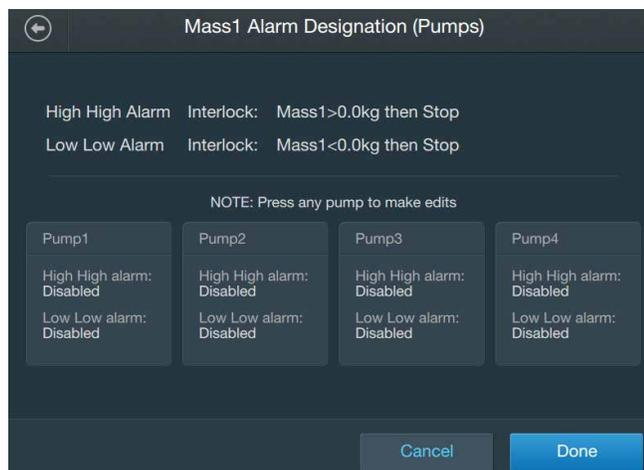

Abbildung 3.24. Bildschirm „Mass Alarm Designation (Pumps)“ (Massen-Alarmzuweisung (Pumpen)).
14. Im daraufhin angezeigten Bildschirm (Abbildung 3.24) sehen Sie die Sperr- und Hystereseparameter, die Sie für den „High High Alarm“ (Zweiter Maximalwertalarm) und/oder den „Low Low Alarm“ (Zweiter Minimalwertalarm) eingegeben haben. Darunter werden abhängig vom Feld „Alarm Designation“ (Alarmzuweisung), das Sie auf dem Bildschirm „Mass Module Configuration“ (Konfiguration des Moduls „Masse“) ausgewählt haben, der Mischprozess bzw. die Pumpen oder Quetschventile angezeigt, die im System eingerichtet sind. Tippen Sie auf die Schaltfläche für eine Pumpe, ein Quetschventil oder den Mischprozess, um den zweiten Maximalwertalarm und den zweiten Minimalwertalarm zu aktivieren oder zu deaktivieren. **Hinweis:** Abbildung 3.24 zeigt die Optionen für die Auswahl „Alarm Designation (Pumps)“ (Alarmzuweisung (Pumpen)).